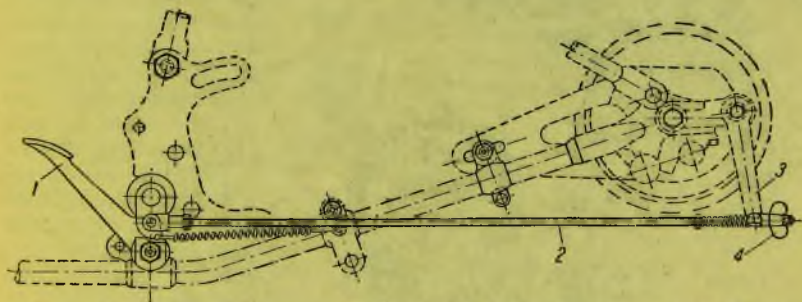
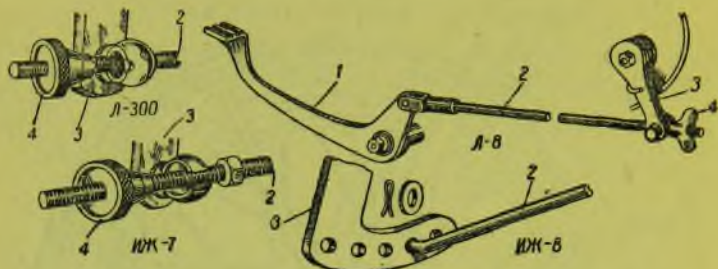

Рис. 206. Механизм управления тормозом заднего колеса ТИЗ-АМ-600
Рис. 207. Детали управления тормозом заднего колеса
Управление тормозом заднего колеса (ножным) находится с правой стороны мотоцикла, за исключением ТИЗ-АМ-600 и Л-8 (рис. 206), у которых педаль тормоза помещается слева. Педалью (1) (рис. 207) через тягу (2) поворачивается рычаг (3); длину тяги можно изменять либо поворачиванием маховичка (4), либо перестановкой крючка тяги в отверстие тормозного рычага.